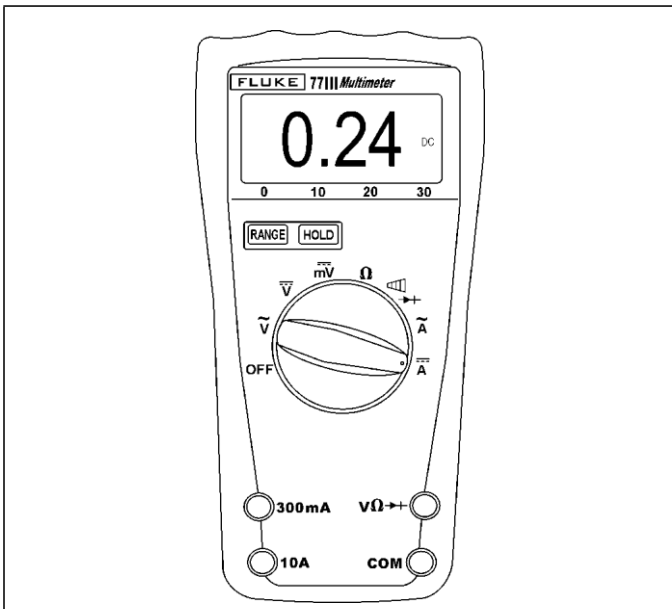

Figura 15-19
1. Seleccione el símbolo **AC** o **DC** (**A~** o **A-**) girando el interruptor giratorio del medidor. Ver Figura 15-19.